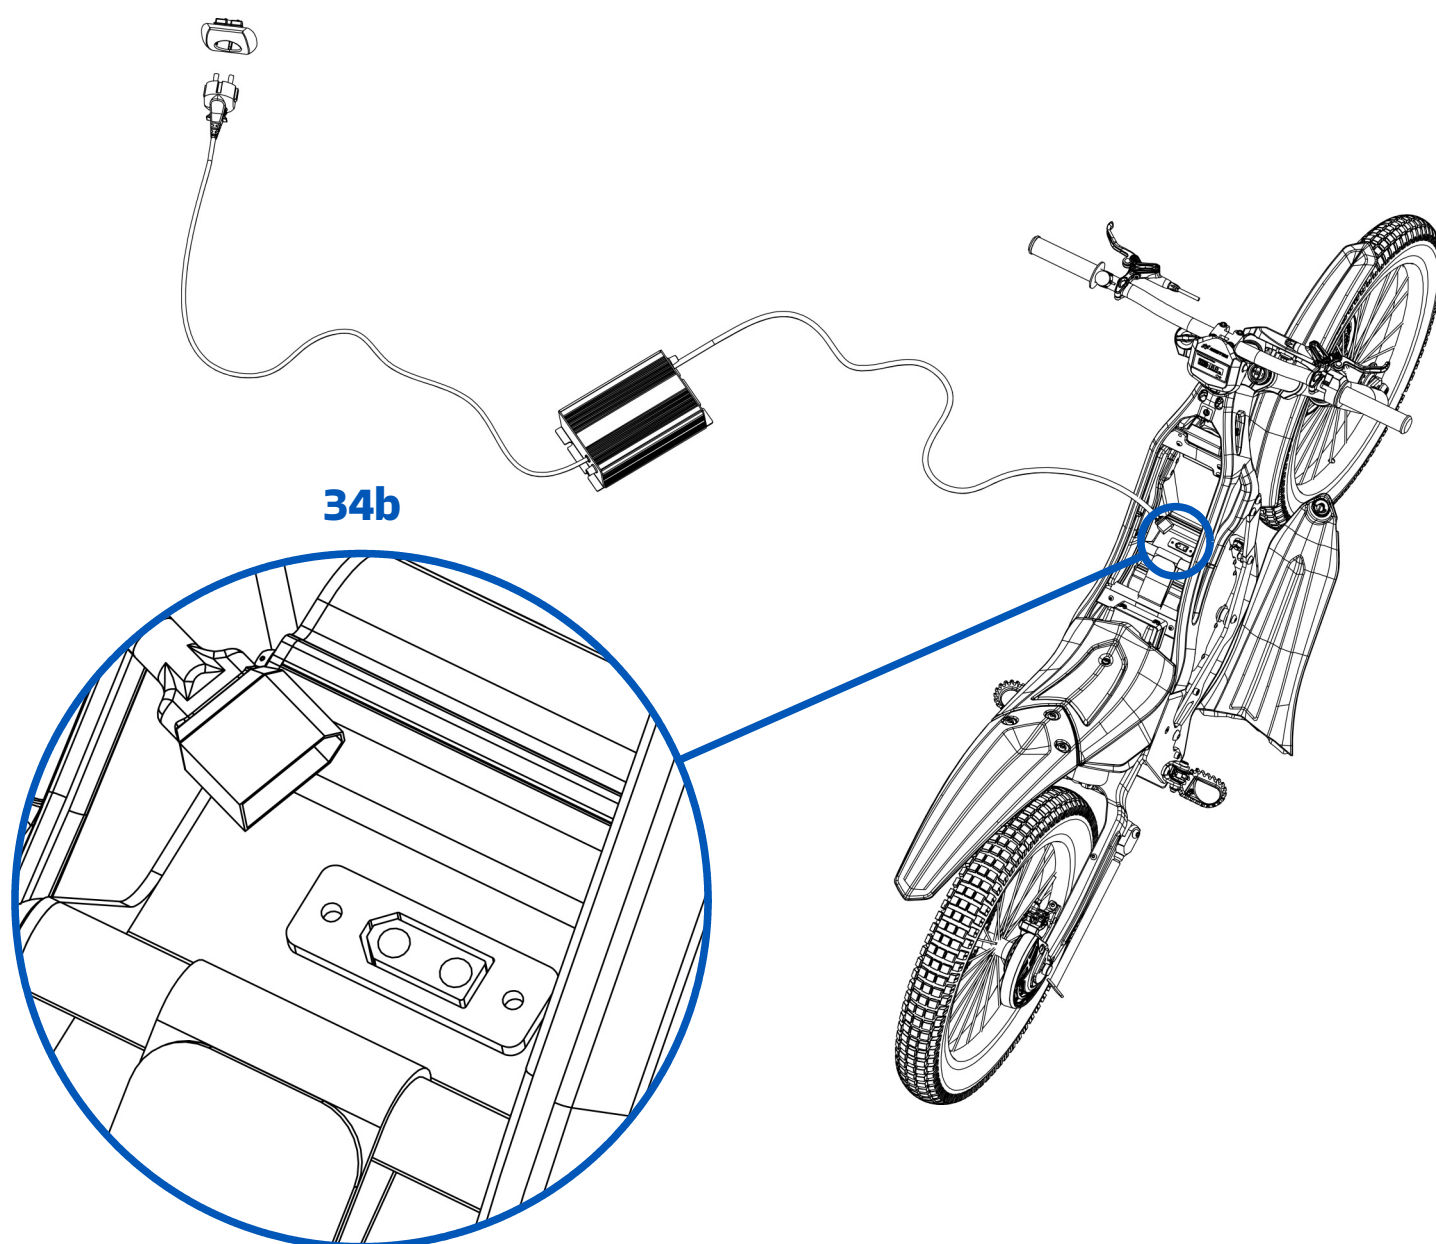

Fig. 34
- 5- Después, debe enchufar el cable del cargador a la red doméstica (Fig. 34).